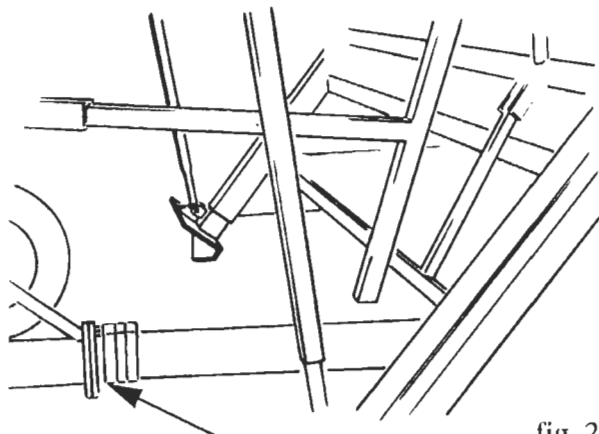

fig. 2
- 5) fissare il carrello porta irrigatore alla flangia posta all'estremità del tubo PE con le apposite viti (fig.2);
- 5) using the supplied bolts and nuts, secure the rain gun trolley to the flange located at the PE hose end (fig. 2);